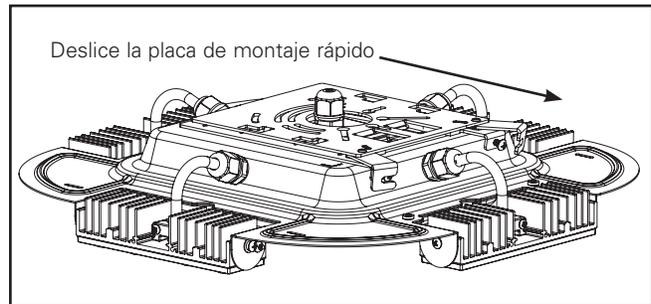

Figura 2.
2. Deslice la placa de montaje rápido hacia adelante hasta que dicha placa se suelte del alojamiento. (Figura 2.)